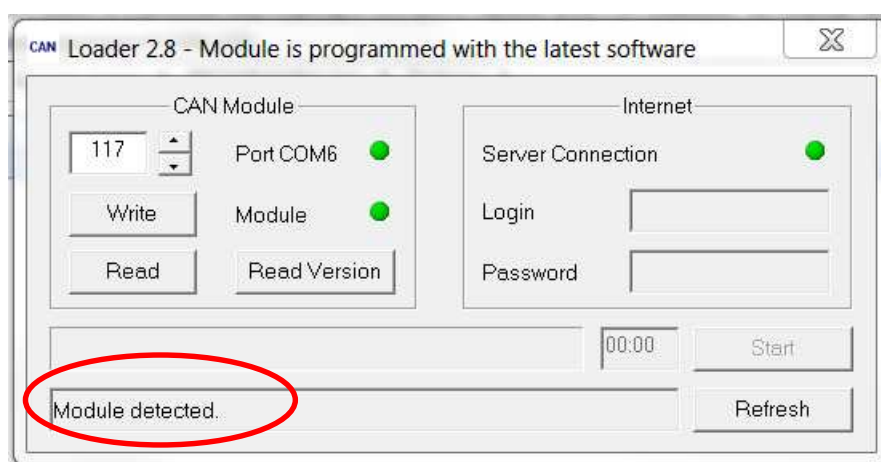

Рис.1
- программа автоматически выберет COM-порт и покажет, что модуль подключен: **Module detected** (см. рисунок 1)